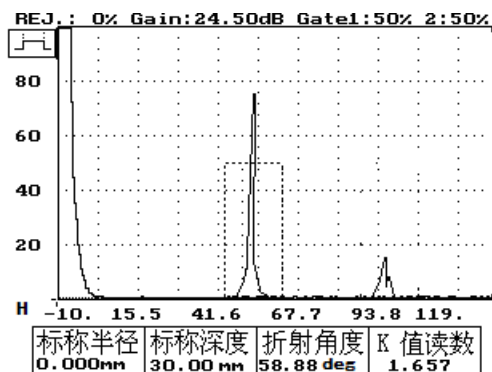

图 18-32
11. 按闸门键及方向键——调节前闸门的宽度及高度，并移动前闸门套住横通孔的反射波。如图 18-32 所示。